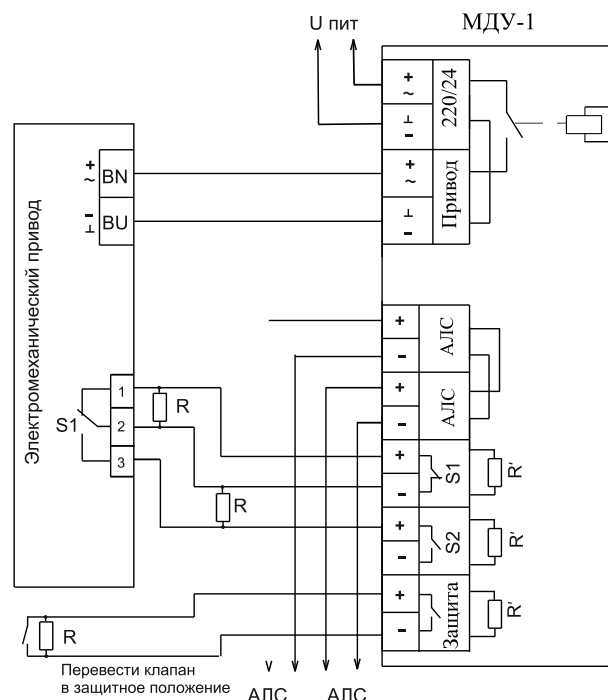

Рисунок 3
- Электромагнитный (с ручным возвратом в нормальное положение) - рисунок 3.